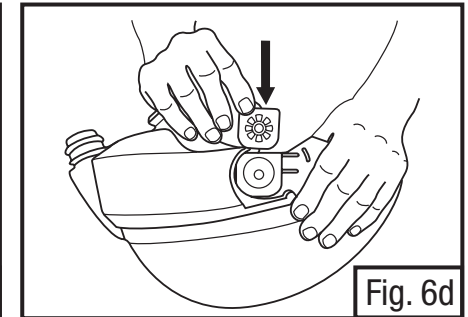

Fig. 6d
- Instale a placa traseira no caso do equipamento para a cabeça. Ao instalar o modelo “moinho de vento” deve estar de frente para a parte de fora, e a marca “M-960” estará localizada na parte debaixo da placa. Instale primeiro a extremidade curva e faça com que deslize completamente para dentro da ranhura (Fig. 6d). Suavemente pressione para baixo a placa traseira para garantir que fique rente ao fundo da ranhura.